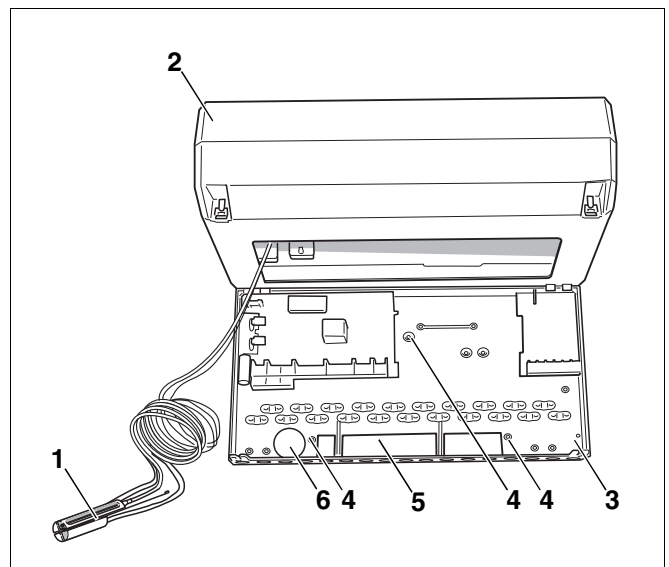

Abb. 61 Regelgerät festschrauben
- Oberteil des Regelgerätes (Abb. 61, **Pos. 2**) nach vorne klappen.
- Sockel des Regelgerätes (Abb. 61, **Pos. 3**) mit den drei beiliegenden Schrauben über die Bohrungen (Abb. 61, **Pos. 4**) im Sockel des Regelgerätes (Abb. 61, **Pos. 3**) auf der vorderen Kesselhaube festschrauben.
- Schutzleiter (PE) mit anschrauben.
- Temperaturfühlerpaket (Abb. 61, **Pos. 1**, Seite 42) durch den Sockel des Regelgerätes (Abb. 61, **Pos. 3**, Seite 42) nach hinten oder nach unten führen.
- Temperaturfühlerpaket (Abb. 61, **Pos. 1**, Seite 42) durch den Kabeldurchgang (Abb. 61, **Pos. 6**, Seite 42) führen und auf Bedarfslänge aufrollen.
- Brennerkabel durch die Öffnung in der vorderen Kesselhaube und durch den Kabeldurchgang (Abb. 61, **Pos. 5**, Seite 42) in den Sockel des Regelgerätes führen.